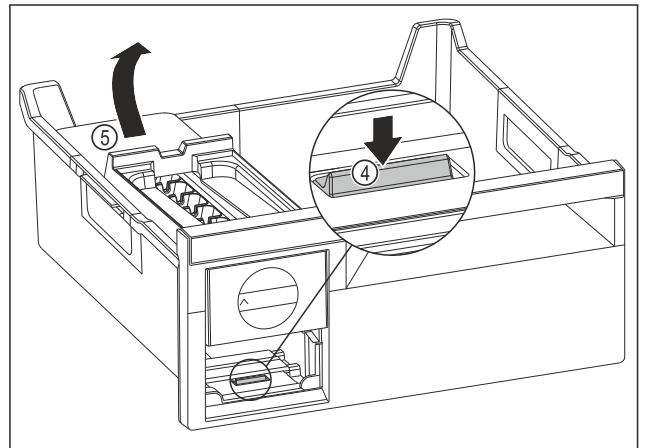

Fig. 112
- ▶ Izvadite tijelo sustava EasyTwist-Ice: Pritisnite jezičak Fig. 112 (4) prstom prema dolje i istovremeno drugom rukom podignite tijelo sustava EasyTwist-Ice Fig. 112 (5) straga.